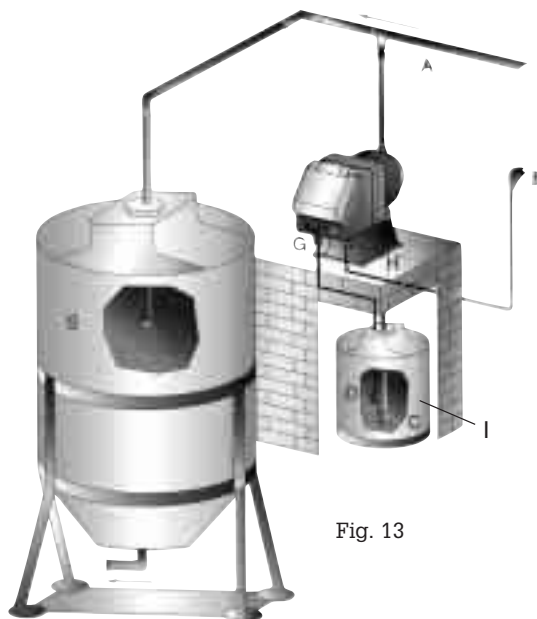

Fig. 13
7.2 - SCHEMA DI IMPIANTO TIPICO (Fig. 13)